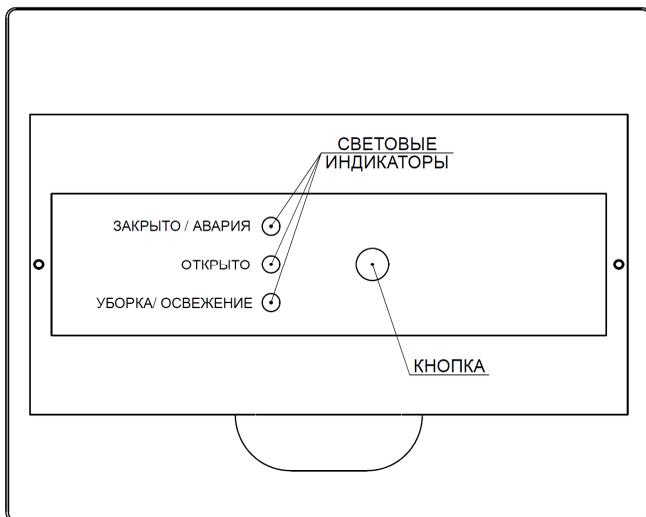

Рисунок 1. Внешний вид модуля.
**Модуль** выполнен в виде электротехнического щитка в котором установлен контроллер, источник питания и АКБ. На лицевой панели расположены кнопка и три светодиода (см рис. 1).